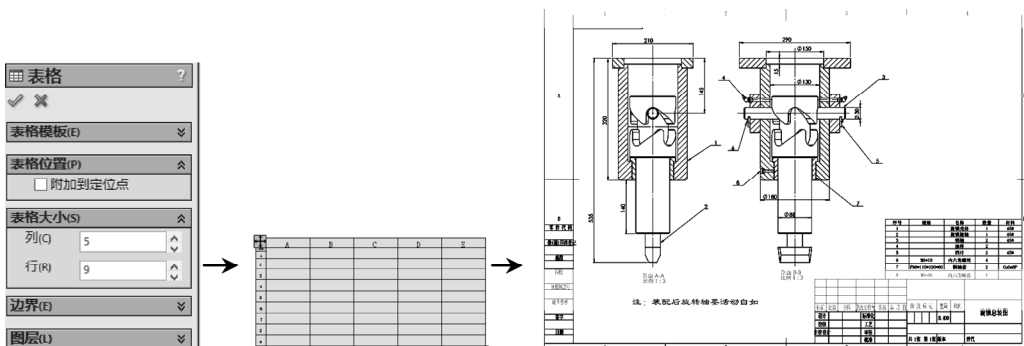

图 7-127 插入表格
STEP 10 单击“注释”工具栏中的“总表”按钮，在工程图中插入一 5 列、9 行的表格，并为其添加适当的数据即可（注意与模型标号相对应），如图 7-127 所示。